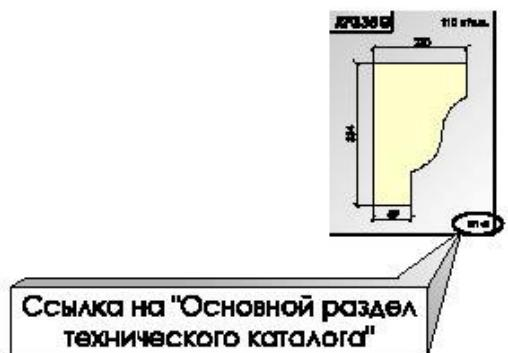

Рис. 3. Расположение ссылки.
3. Из "Сокращенного раздела технического каталога / Карнизы, Венчающие карнизы" по ссылке в правом нижнем углу поля чертежа карниза переходим в "Основной раздел технического каталога / Венчающие карнизы" (рис. 3. Расположение ссылки).